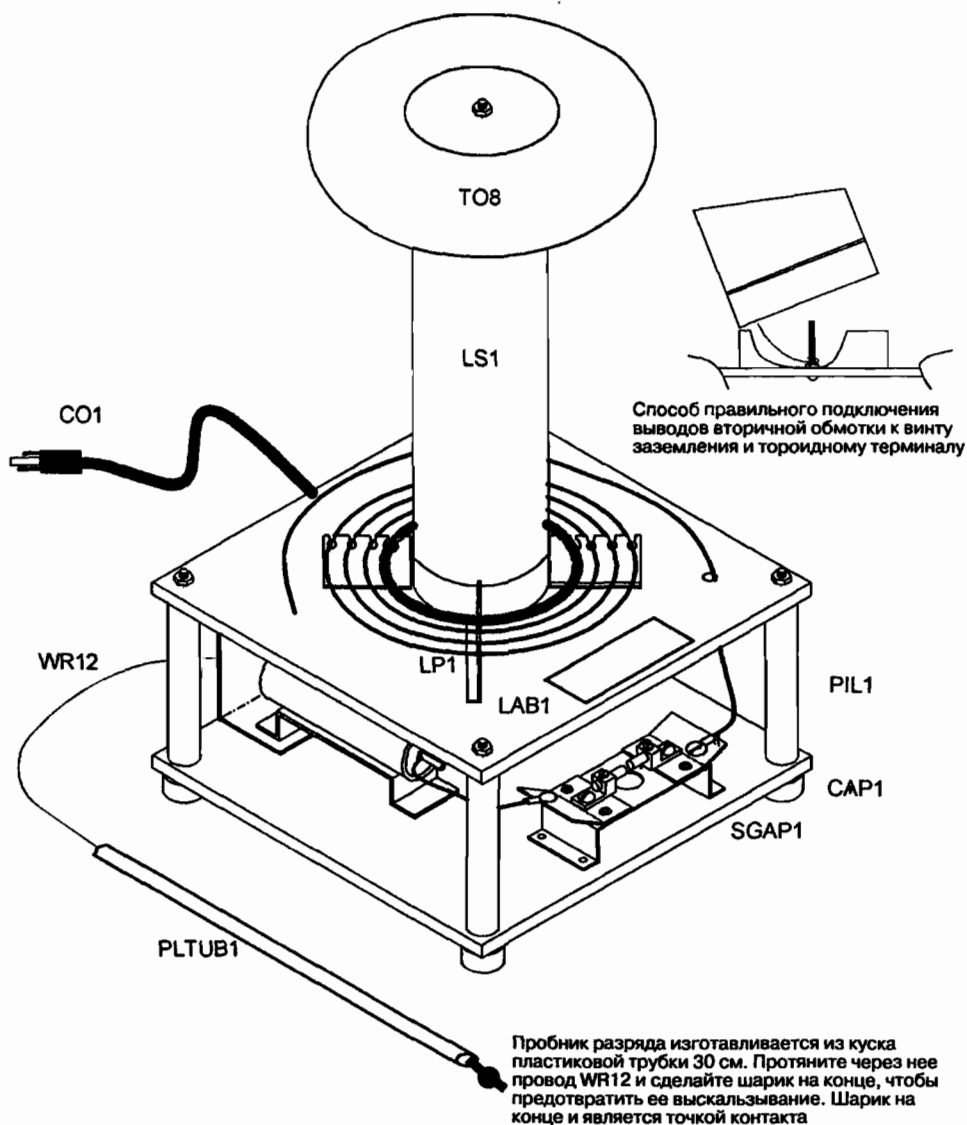

Рис. 14.3. Чертеж готовой катушки Тесла в изометрии, вид сзади
Устройство, показанное на рис. 14.3, состоит из первичной LP1 и вторичной LS1 катушек. Катушка LS1 содержит около 500 витков, намотанных на каркас с толстыми и прочными стенками из поливинилхлорида (PVC) длиной 43,2 см. Она обладает собственной резонансной частотой, определяемой индуктивностью и емкостью, обычно около 500 кГц. Первичная цепь состоит из запускающей
8. Изготовьте четыре столбика PIL1 из PVC трубки 1,27 длиной 14,6 см (см. рис. 14.3).
19. Соберите устройство и проверьте правильность механической сборки и электрических соединений. Промаркируйте устройство, как показано на рис. 14.3 и 14.18.
21. Протяните провод отвода через соответствующее отверстие и присоедините зажим «крокодил» CLIP1. Вставьте сборку вторичной катушки в крышку CAP350, прикрепив обратный провод заземления к винту. Этот провод должен быть как можно короче, иначе в катушке может произойти пробой. Присоедините внешний зажим к верхней части катушки, используя ту же процедуру (см. рис. 14.3).